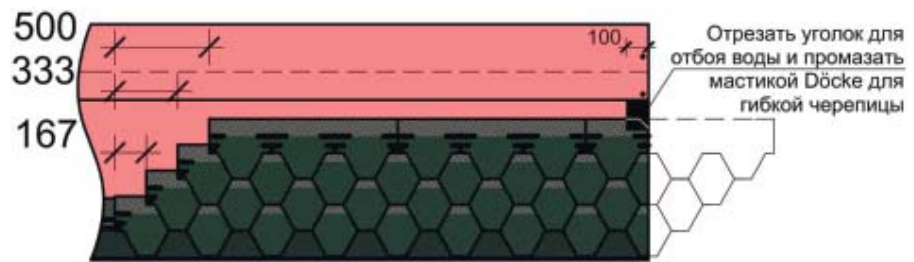

Рис. 17 Схема смещения гонтов по горизонтали и вертикали
- 8.2.8 Торцы крайних в ряду гонтов обрезать до нужной длины. Отрезать у крайних в ряду гонтов верхний уголок со стороны обреза для отбоя воды. Края гонтов со стороны обреза промазать мастикой Döcke для гибкой черепицы полосой 100 мм и приклеить к основанию (рис. 17 – 21). Мастику необходимо наносить шпателем, толщиной слоя не более 0,5 мм. Большой расход мастики приводит к вздутию и вытеканию битума.
- 8.2.9 Смещение гонтов по горизонтали и вертикали необходимо устраивать согласно схемам, изображённым на рис. 17 – 21: